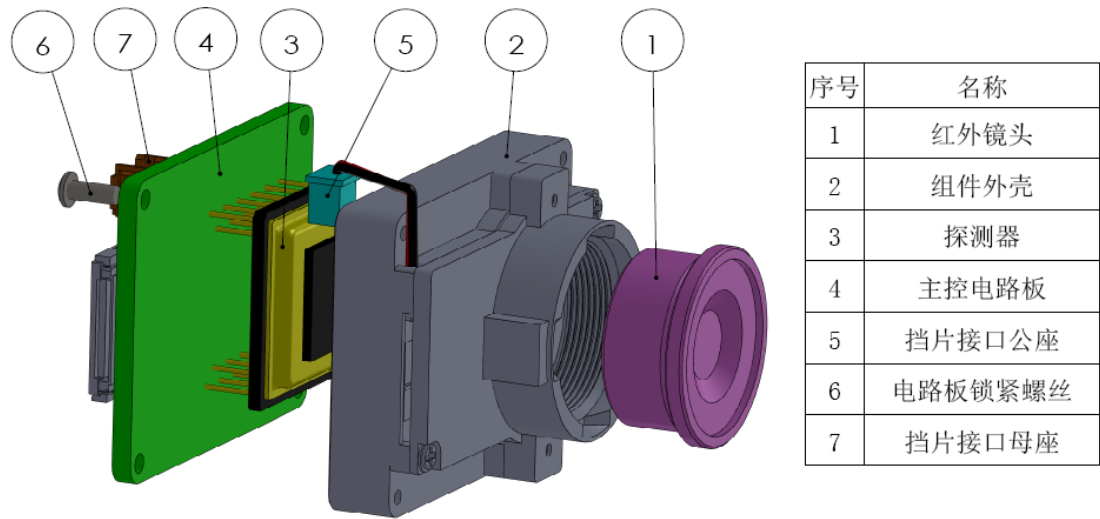
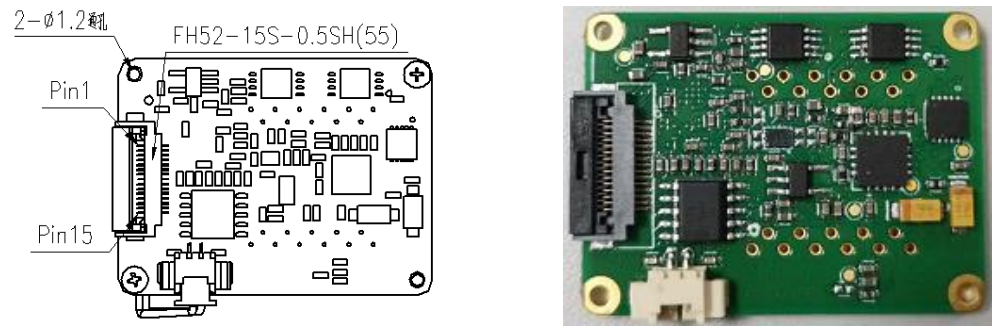

图 3：模组结构装配示意图
图 4：(a) 主控板接口位置 (b) 主控板实物图
模组主控电路板（图 3 中的部件④）的接口位置如图 4 所示。